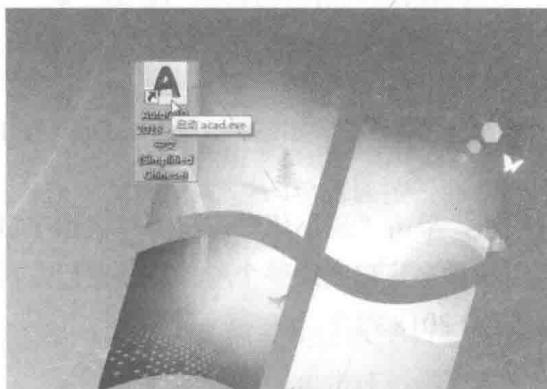

图 1-3 双击快捷图标
- 双击桌面上的 AutoCAD 2018 快捷图标，快速启动 AutoCAD 应用程序，如图 1-3 所示。